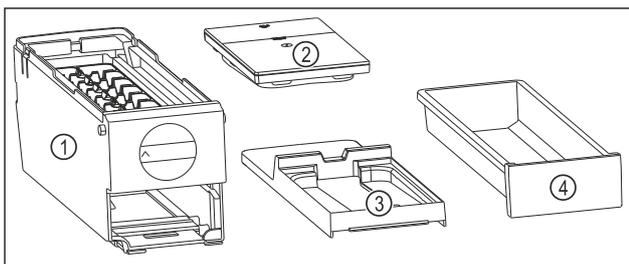

Fig. 133 Bestandteile des EasyTwist-Ice
- ▷ EasyTwist-Ice ist in vier Teile zerlegt. (siehe Fig. 133)
- ▶ EasyTwist-Ice nur in abgebildete Bestandteile zerlegen. (siehe Fig. 133)
- ▶ EasyTwist-Ice-Korpus Fig. 133 (1) als Ganzes reinigen.